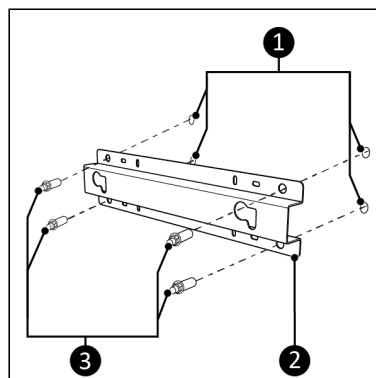

Figure 66.
4. Placez le support contre le mur et marquez les quatre trous (, pos. 1). Veillez à placer le support en position verticale (voir l'étiquette « Ce côté vers le haut » sur le support).
5. Percez quatre trous aux endroits marqués (Figure 66, pos. 1).
7. Fixez fermement le support (Figure 66, pos. 2) au mur au moyen des quatre écrous (Figure 66, pos 3).